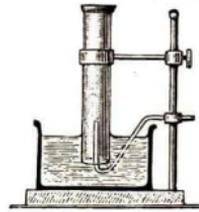

Abb. 9
6. Das Volumen einer Gasmenge bestimmt man ebenfalls mit dem Meßzylinder, den man aber vorher ganz mit Wasser füllt und ihn dann umgekehrt (d. h. mit der Mündung nach abwärts) in eine Wanne mit Wasser stellt (Abb. 9). In diesen Zylinder läßt man nun von unten her die gewünschte Gasmenge einströmen. Diese Vorrichtung heißt **pneumatische Wanne**.